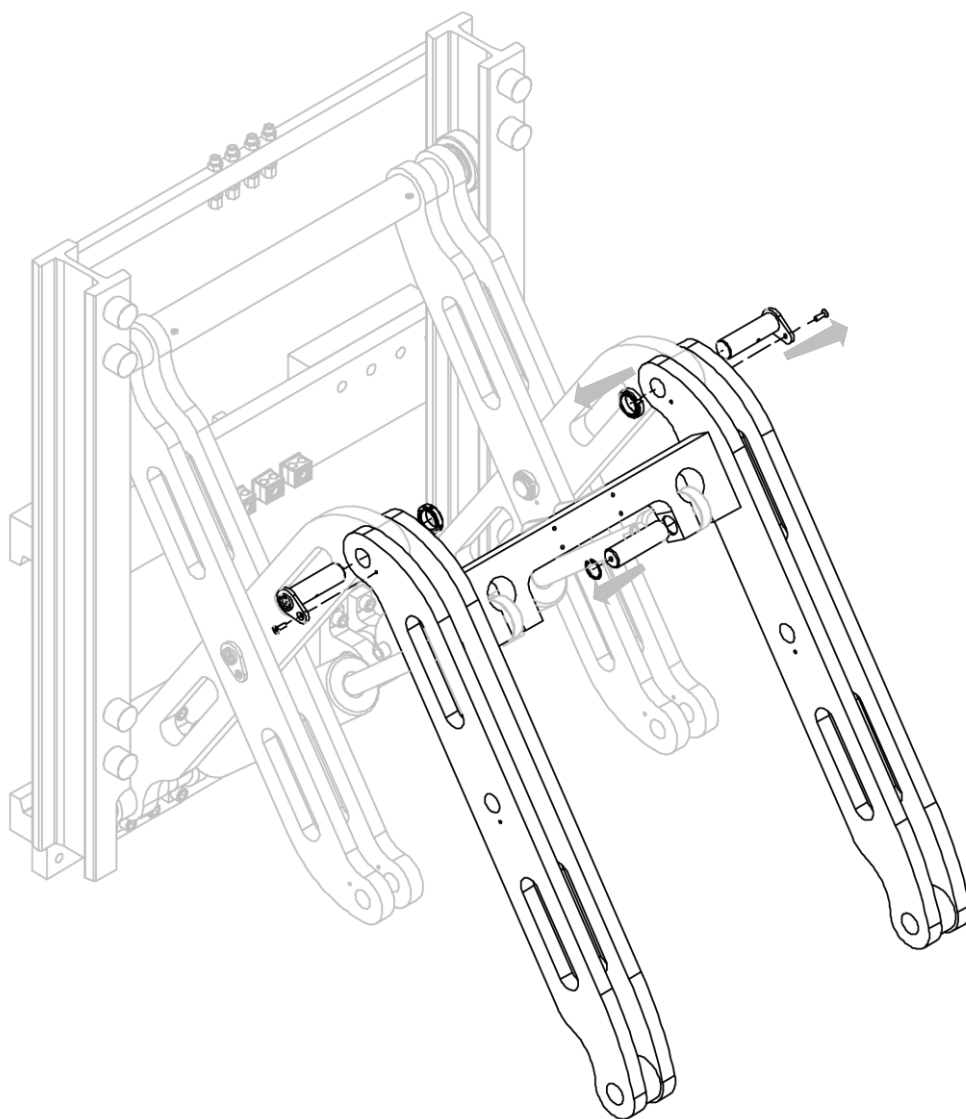

Figura 11
5. Rimuovere i quattro perni che bloccano la coppia di bracci (vedi *Figura 11*).